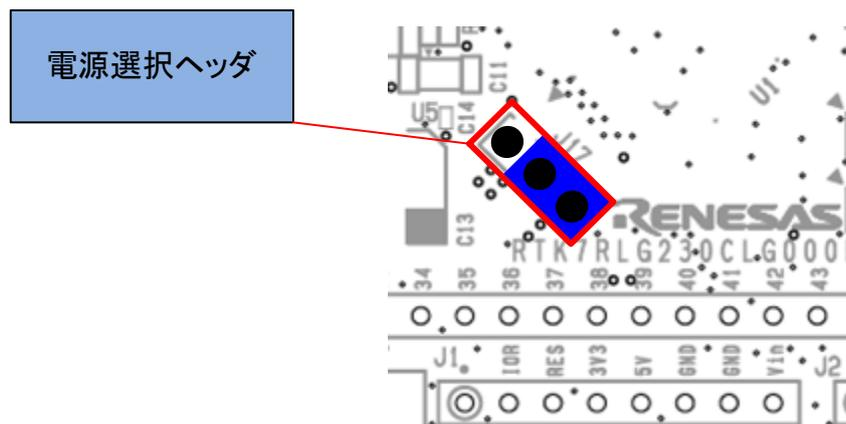

図 5-5: 3.3V 使用時のヘッド設定(部品面)
- ・ J17 2-3 ショート：3.3V 電源を選択。(図 5-5)